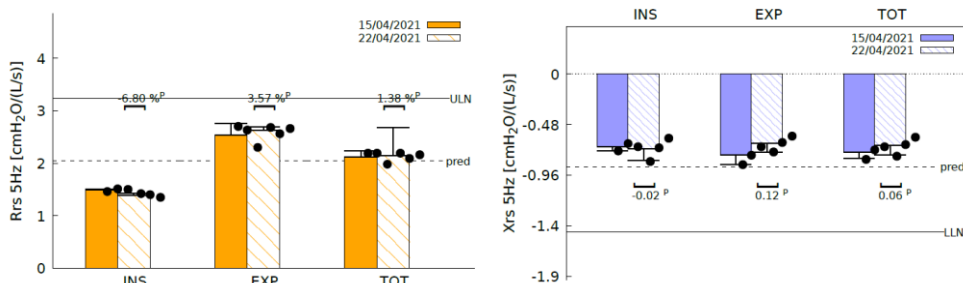
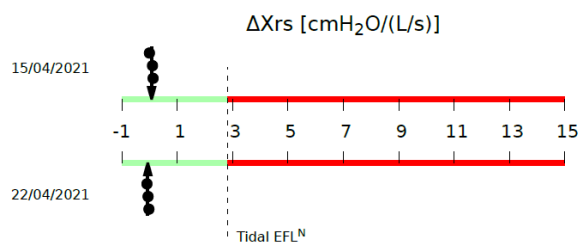
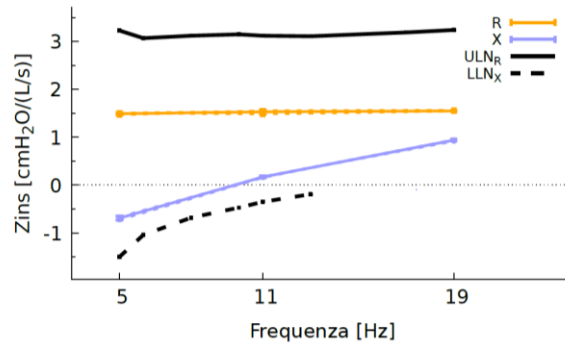

Abbildung 77 – Balkendiagramme für Resistanz und Reaktanz
Abbildung 78 - Expiratorische Flussbegrenzung (EFL) bei der Ruheatmung
Abbildung 79 – Spektren der inspiratorischen Resistanz und Reaktanz
Siehe Abbildung 77.
- Die Balken im linken Diagramm von Abbildung 77 stellen die mittlere Abweichung und die Standardabweichung der inspiratorischen (INSP), expiratorischen (EXP) und Gesamtresistanz (TOT) dar, die aus den ausgewählten Einzelmessungen innerhalb einer Messsitzung berechnet wurden (siehe Abschnitt *Durchführen einer Messsitzung*).
- Wenn Sie eine Stimulus-Wellenform mit 5 Hz wählen, wird im unteren Bildschirmbereich eine zusätzliche Grafik angezeigt (Abbildung 78). Hier werden mit einem Pfeil die mittlere Abweichung und die Standardabweichung von ΔX_{rs} angegeben, die aus allen akzeptierten Atemzügen des Tests berechnet wurden. Die schwarzen Punkte stellen den Mittelwert ΔX_{rs} der einzelnen Messergebnisse dar. ΔX_{rs} ist die Differenz zwischen der mittleren inspiratorischen und der mittleren expiratorischen Reaktanz und ist ein Index der expiratorischen Flussbegrenzung (EFL) während der Ruheatmung (Dellacà et al., ERJ, 2004). Der Schwellenwert von 2.81 cmH₂O/(l/s) wird verwendet, um zu bestimmen, ob ein Patient bei der Ruheatmung flussbegrenzt ist oder nicht (Dellacà et al., ERJ, 2004). Wenn sich dieser Pfeil im grünen Bereich der Grafik befindet, hat der Patient bei der Ruheatmung keine Flussbegrenzung. Ein Pfeil im roten Bereich der Grafik zeigt an, dass wir es mit einer EFL zu tun haben.
Zusätzlich zu den Diagrammen, die angezeigt werden, wenn eine Stimulus-Wellenform mit einer einzigen Frequenz verwendet wird (Abbildung 77 und Abbildung 78), wobei die Daten die Resistanz und die Reaktanz bei 5Hz darstellen, wird unten auf der Seite ein neues Diagramm mit den Werten des Widerstands (orangefarbene durchgezogene Linie) und der inspiratorischen Reaktanz (blaue durchgezogene Linie) bei den Frequenzen der Stimulus-Wellenform angezeigt (Abbildung 79). Die angezeigten Werte können sich auf die Inspiration, die Expiration oder den gesamten Atemzug beziehen, je nachdem, was Sie auf dem Ergebnisbildschirm vor dem Exportieren ausgewählt haben (siehe auch Abschnitt *Durchführung einer neuen Messsitzung*). Die Standardeinstellung ist Inspiration.